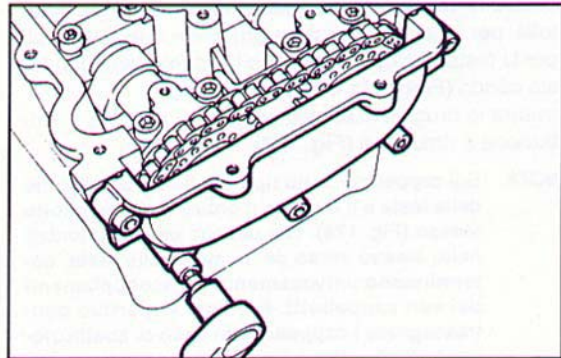

Fig. 167 ▲
- svitare le cinque viti e rimuovere il coperchio posteriore testa cilindri (Fig. 167);
- unscrew the five screws and remove the rear cylinder head cover (Fig. 167);